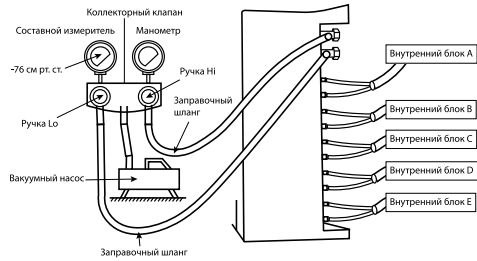

Рис. 67.
2. Подключите отсечные клапаны, заправочный шланг, вентиль коллектора, вакуумный насос, как показано на рис. 67.